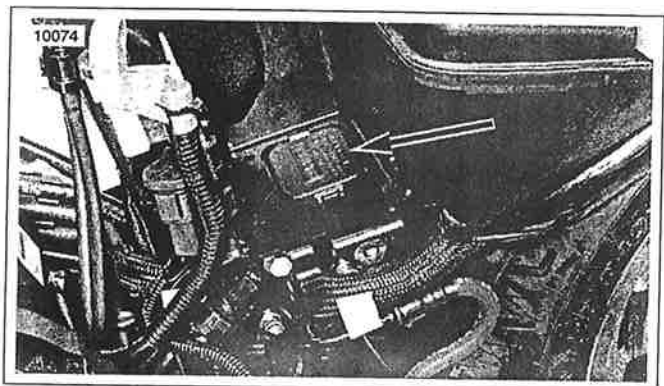

Figura 7-79. Ubicación del TSM/TSSM
4. Baje el TSM/TSSM dentro de la cavidad. Vea la Figura 7-79. Asegúrese de que la parte superior del TSM/TSSM esté al mismo nivel que la parte inferior de la bandeja de la batería.
Vea la Figura 7-79. El TSM/TSSM está situado en la cavidad abajo de la bandeja de la batería.